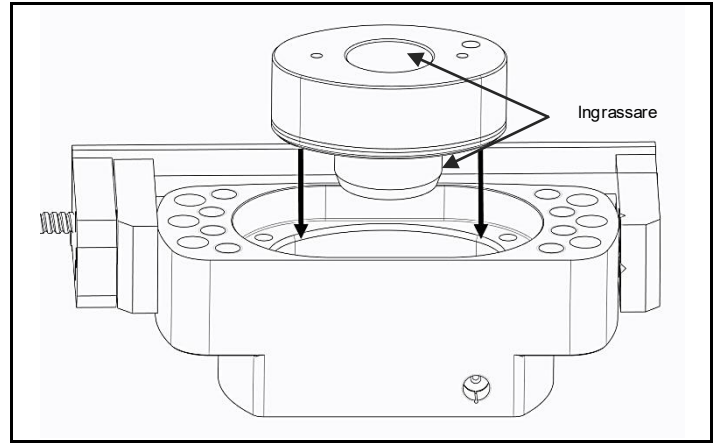

Fig. 4.9 Ingrassare e inserire il pistone
- prestare attenzione a non danneggiare le pareti interne quando si infila di nuovo il pistone nel suo comparto; (Fig. 4.9)